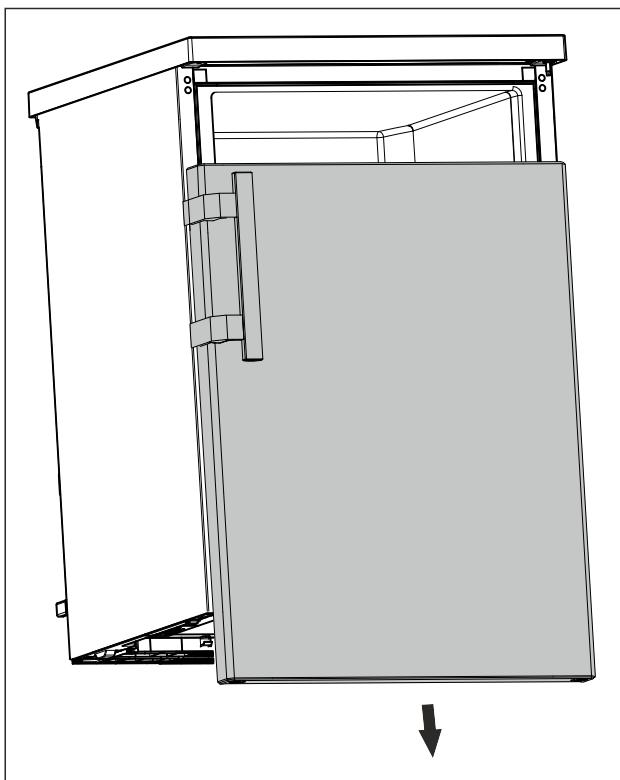

Fig. 12
- Stiahnite dvere nadol. (pozri Fig. 12)